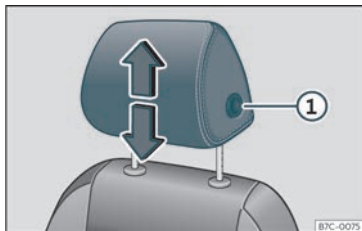
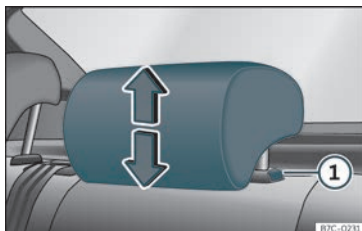

Fig. 103 Banco dianteiro: ajuste do encosto de cabeça.
Fig. 104 Encosto de cabeça traseiro: ajuste do encosto de cabeça.
proceda da mesma forma, pressionando o botão lateral ① » » Fig. 103 » » Fig. 104 .
- Pressione o botão lateral » » Fig. 103 ① e retire o encosto de cabeça.